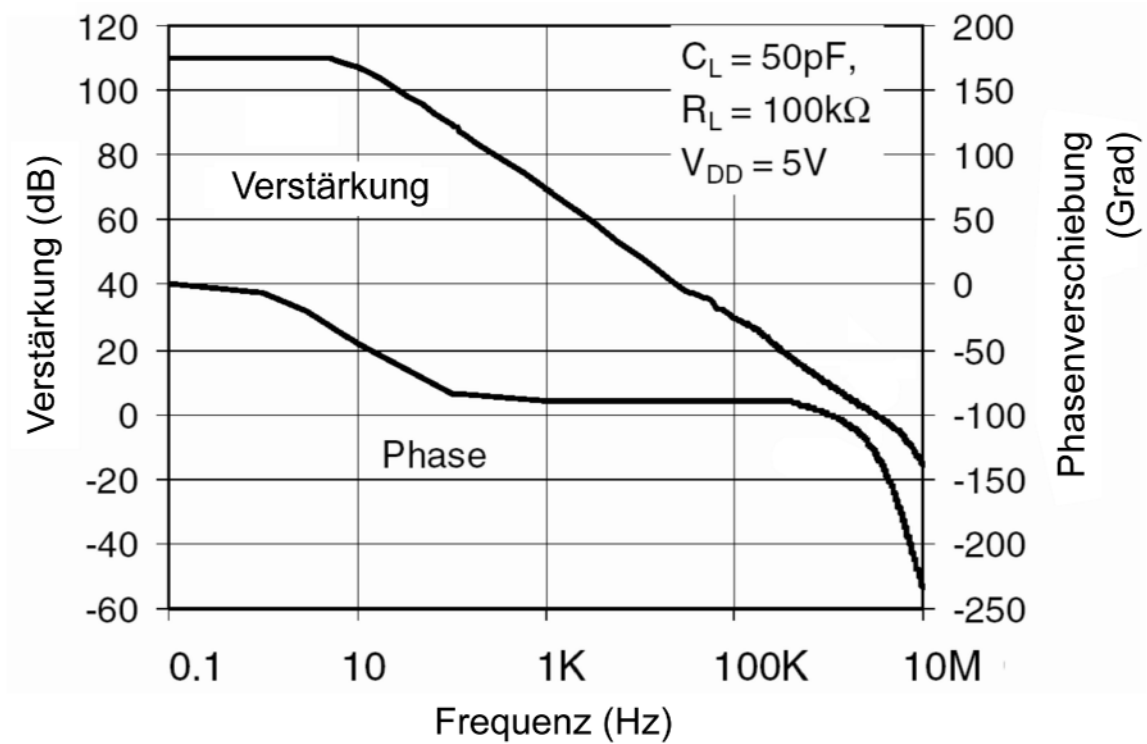

Abb. 7 Das Bode-Diagramm eines Operationsverstärkers
17. Abb. 7 zeigt das Bode-Diagramm eines Operationsverstärkers. Kann dieser Verstärker als 1:1-Puffer (Impedanzwandler) betrieben werden? Erläutern Sie kurz (anhand des Diagramms), wie Sie zu Ihrer Aussage gekommen sind.